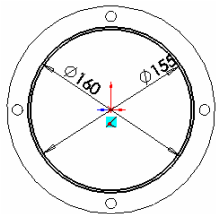
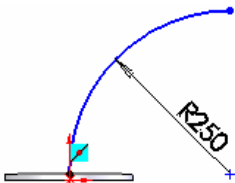

图 4-81 扫描轮廓
图 4-82 扫描路径
⑧ 新建草图。选择法兰的上表面，单击草图绘制按钮，新建一张草图。
⑨ 选择视图。单击标准视图工具栏上的正视图按钮，正视图于该草图平面。
⑩ 绘制圆。单击工具栏中的圆按钮，分别绘制两个以原点为圆心，直径为 160mm 和 175mm 的圆作为扫描轮廓，如图 4-81 所示。
- ⑪ 新建草图。在设计树中选择前视基准面，单击草图绘制按钮，新建一张草图。
- ⑫ 选择视图。单击标准视图工具栏上的正视图按钮，正视图于前视视图。
- ⑬ 绘制圆弧。单击工具栏中的中心圆弧按钮，在法兰上表面延伸的一条水平线上捕捉一点作为圆心，上表面原点作为圆弧起点，绘制一个四分之一圆弧作为扫描路径，标注半径为 250mm，如图 4-82 所示。